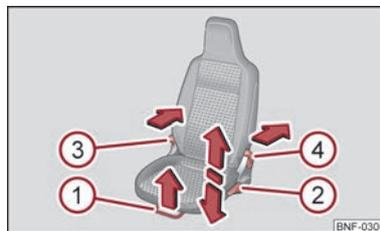

Abb. 33 Bedienelemente am Vordersitz
- Ziehen Sie den Hebel ① ⇒ Abb. 33 nach oben und schieben Sie dabei den Sitz in die gewünschte Position.
- Lassen Sie den Hebel ① los und verschieben Sie den Sitz so weit, bis die Verriegelung hörbar einrastet.